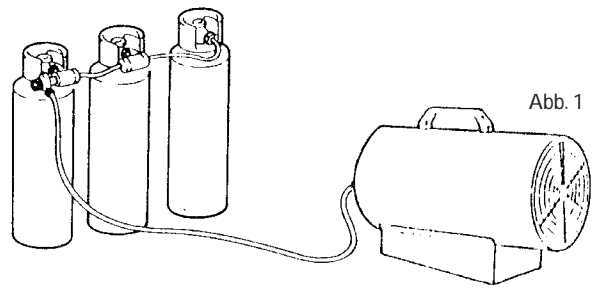

Abb. 1
- Si le générateur fonctionne longtemps au maximum de sa puissance il peut arriver que, à cause de l'évaporation excessive, se forme de la glace sur la bouteille. Il ne faut absolument pas, pour cette raison ou d'autres, orienter le débit d'air chaud vers la bouteille. Afin d'éviter ou au moins de réduire le phénomène de formation de glace, utiliser une bouteille plus grande ou plusieurs bouteilles connectées ensemble (voir Fig. 1).
- Um dies zu vermeiden, eine größere Flasche oder mehrere miteinander verbundene Flaschen verwenden (Abb.1).